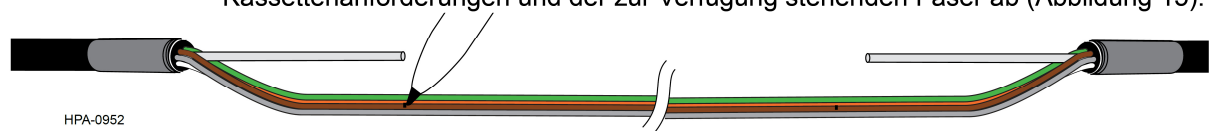

Abbildung 15
Schritt 2: Zur Angabe der zu öffnenden Aderhüllenlänge mit einem wasserfesten Stift an der (den) Hülle(n) Start- und Endpunkte markieren. Die Länge der für das Spleißen und die Trassierung erforderlichen Öffnung hängt von der Installation, den Kassettenanforderungen und der zur Verfügung stehenden Faser ab (Abbildung 15).